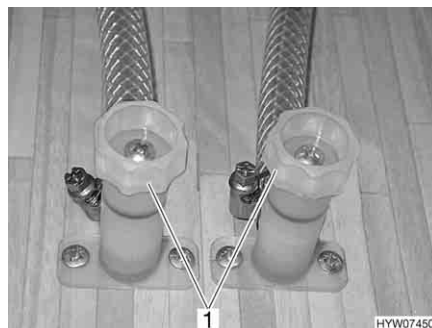

Bild 124 Ablasshähne für Therme
- Die Ablassshähne schließen. Dazu die Kappen (Bild 124,1) im Uhrzeigersinn drehen.
- Ablassshähne der Therme öffnen. Dazu die Kappen (Bild 124,1) entgegen dem Uhrzeigersinn drehen.